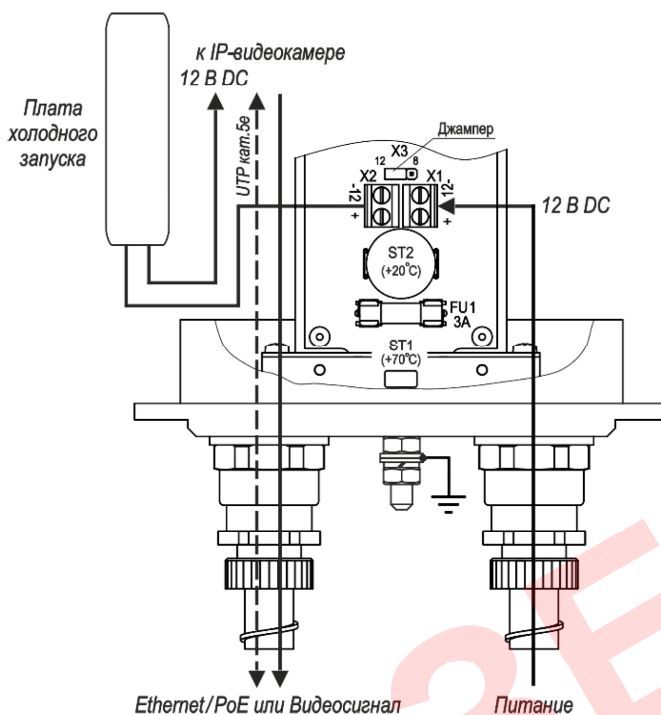

Рисунок 4 – Схема подключения IP-видеокамеры (12VDC)
* Предприятием-изготовителем в видеокамере с питанием 24VDC/AC, 220VAC джампер Х4 (Х7) установлен в положение «25» – мощность обогрева 25 Вт, для изменения мощности на 17 Вт джампер необходимо переставить в положение «17» (см. рисунки 2, 3), в видеокамере с питанием 12VDC джампер Х3 установлен в положение «12» – мощность обогрева 12 Вт, для изменения мощности на 8 Вт джампер необходимо переставить в положение «8» (см. рисунок 4).
При использовании прожектора или другого внешнего оборудования ввести через кабельный ввод кабель от прожектора и, соблюдая полярность, подключить его к разъёму «12 В» на плате DC/DC (см. рисунок 4).